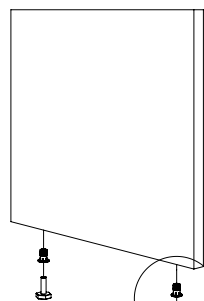

Рис.5
3. В торцы деталей 2 и 3 установите муфты забивные для опор. Вкрутите в муфты опоры регулируемые М6 (Рис. 5).